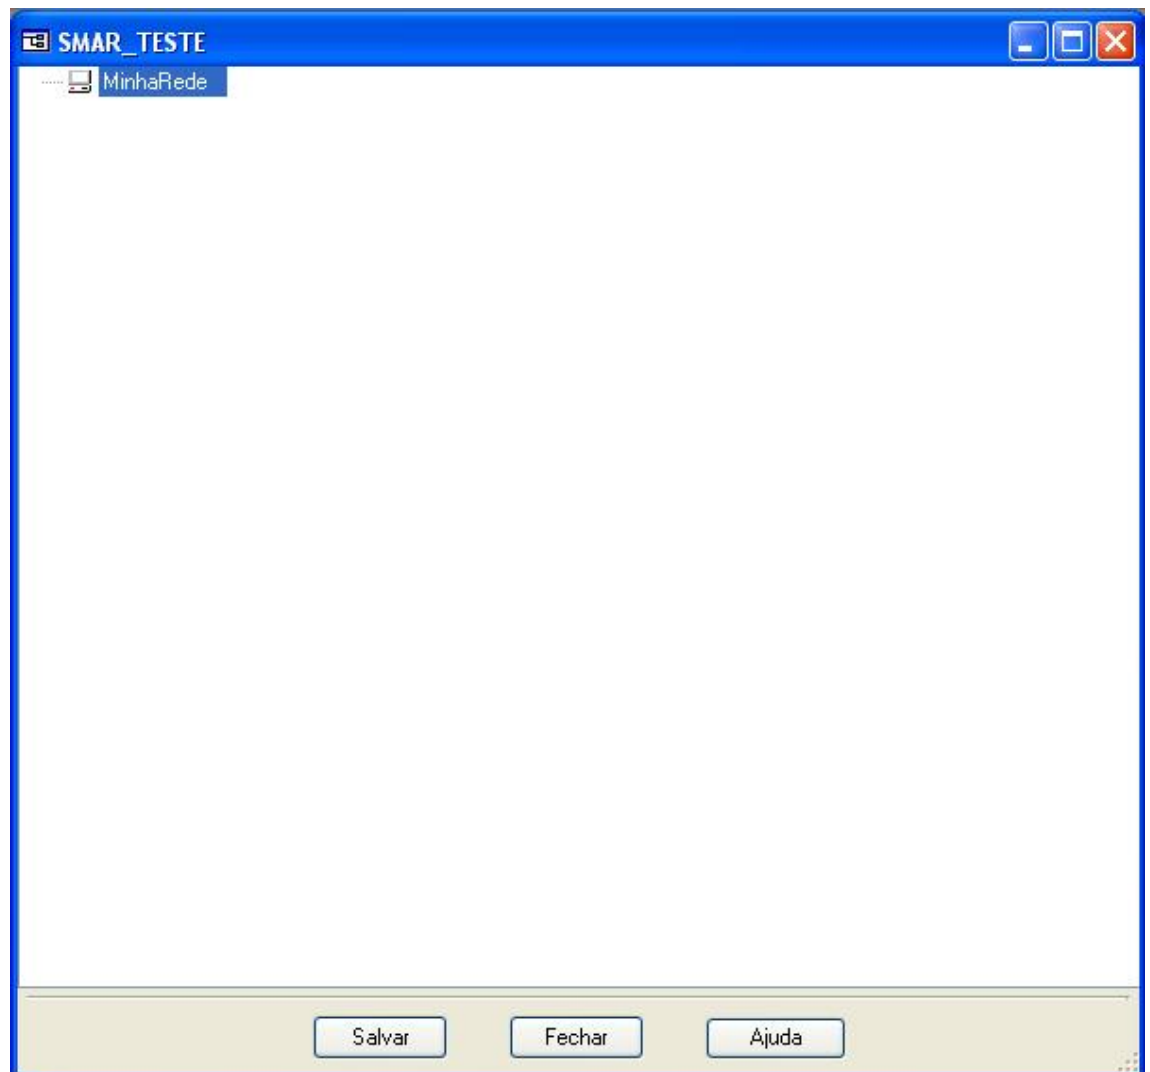

Figura 2.4 – Configuración del AssetView STANDALONE
3) En el ejemplo de este manual, la topología se nombró SMAR TESTE. Vea la Figura 2.4.